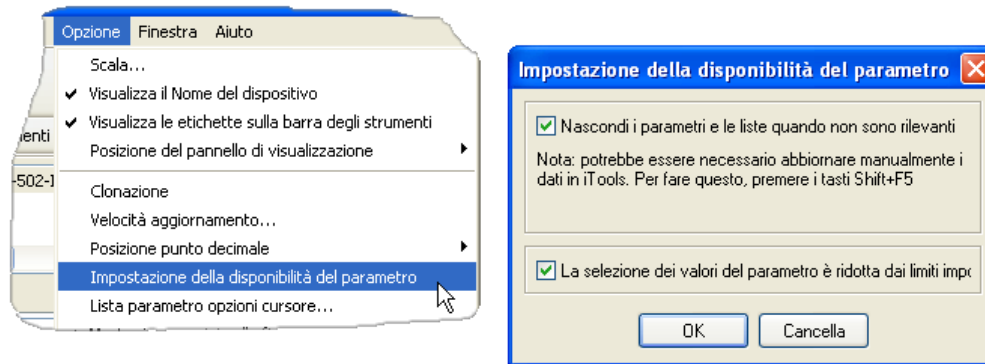

Figura 6.4.1b Mostra/nascondi parametri
3. Parametri nascosti. Come impostazione predefinita, iTools nasconde i parametri considerati irrilevanti nel contesto corrente. È possibile visualizzare nella tabella tali parametri nascosti utilizzando la voce di impostazione "Disponibilità parametri" nel menu Opzioni (Figura 6.4.1b). Tali elementi vengono visualizzati con uno sfondo ombreggiato.